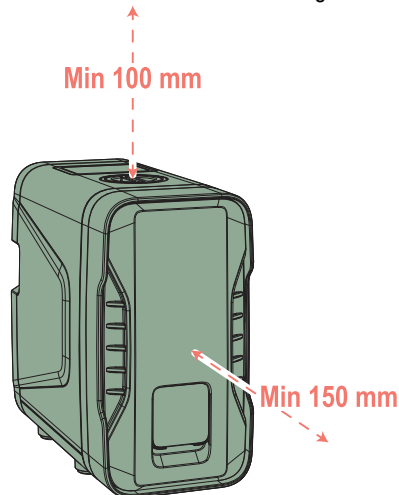

Abb. 9 Mindestabstände, die gewährleistet werden müssen
- einen freien Abstand von mindestens 10 cm über der Pumpe, um gegebenenfalls die Entnahme des Rückschlagventils im Falle einer Reinigung zu erleichtern (siehe Abb. 9).
- einen freien Abstand von mindestens 15 cm von der Vorderseite, um den möglichen Zugang zur Motorwelle zu erleichtern (siehe Abb. 9).